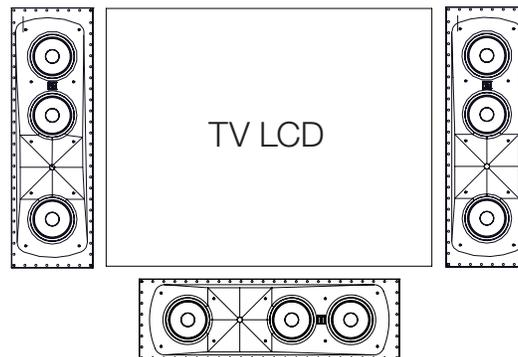

Figura 5
Se uma tela de projeção não-perfurada ou monitor de LCD, plasma ou OLED for usado na instalação, a SCL-2 pode ser instalada em posição horizontal diretamente acima ou abaixo e o mais perto possível da tela (Figura 5).
**OBSERVAÇÃO:** É essencial que as caixas de som central, esquerda e direita sejam, tanto quanto possível, mantidas na mesma altura. A corneta da caixa de som do canal central nunca deve ficar mais de 61 cm (2 pés) acima ou abaixo das caixas de som esquerda e direita. Isso preserva a sensação de direção criada pelas “varreduras de som”, em que o som parece se mover da esquerda para o centro e depois para a direita. Se houver a impressão de que o som está indo de cima para baixo, isso pode acabar com a ilusão de som em movimento. Para reduzir a diferença de altura entre as caixas de som central, abaixe um pouco as caixas esquerda e direita. Também é possível girar as caixas SCL-2 esquerda e direita 180 graus (de cabeça para baixo) para criar um padrão mais compatível com a altura acústica de todas as caixas de som (Figura 5).